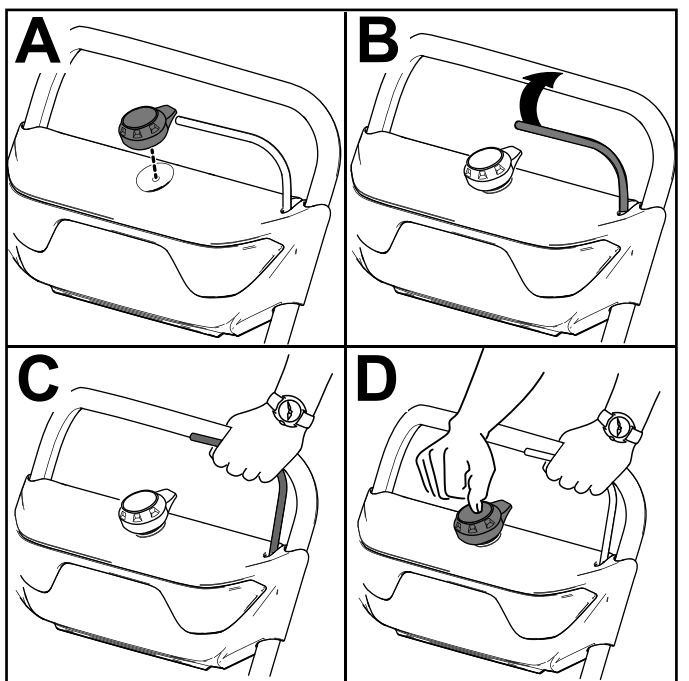

Рисунок 11
2. Вставьте кнопку электрического запуска в электрический стартер (вид А на Рисунок 11).
3. Прижмите штангу к рукоятке и удерживайте ее (вид В и С на Рисунок 11).
4. Нажмите кнопку электрического запуска и держите ее в нажатом положении, пока двигатель не запустится (вид D на Рисунок 11).